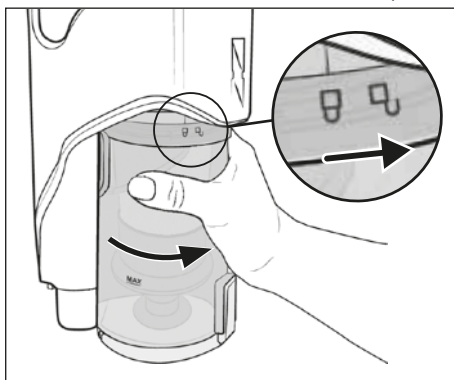

Fig. 25
- 8) Volte a colocar o reservatório de pó ⑦ no aparelho e rode-o no sentido do símbolo  (fechar), até ficar bem fixo no aparelho (ver fig. 25).